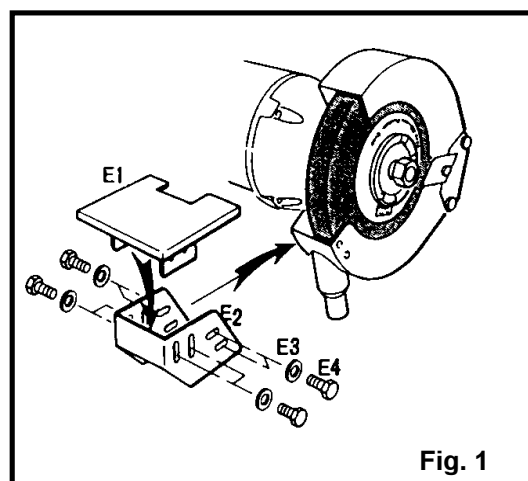
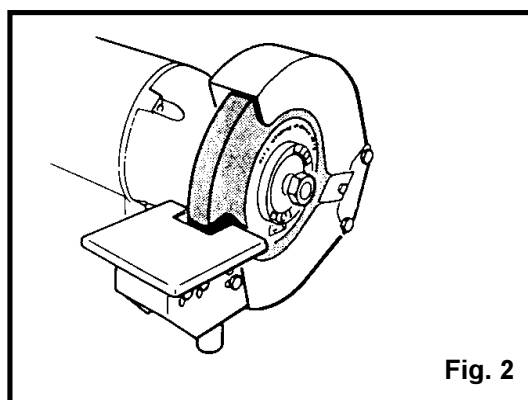

Fig. 1
Fig. 2
1. Mettre les contre poids comme indiqué sur la (fig.1). Faire un premier test en démarrant le touret et vérifier l'équilibrage.
2. Arrêter la machine si le résultat n'est pas correct et démarrer le premier réglage. Tourner la meule à la main pour ramener la flasque dans la position de la (fig.1). Faire une marque sur la meule de cette position de départ. Bouger le contre poids de droite comme indiqué sur le (fig.2) et le bloquer. Faire un second test et vérifier l'équilibrage.